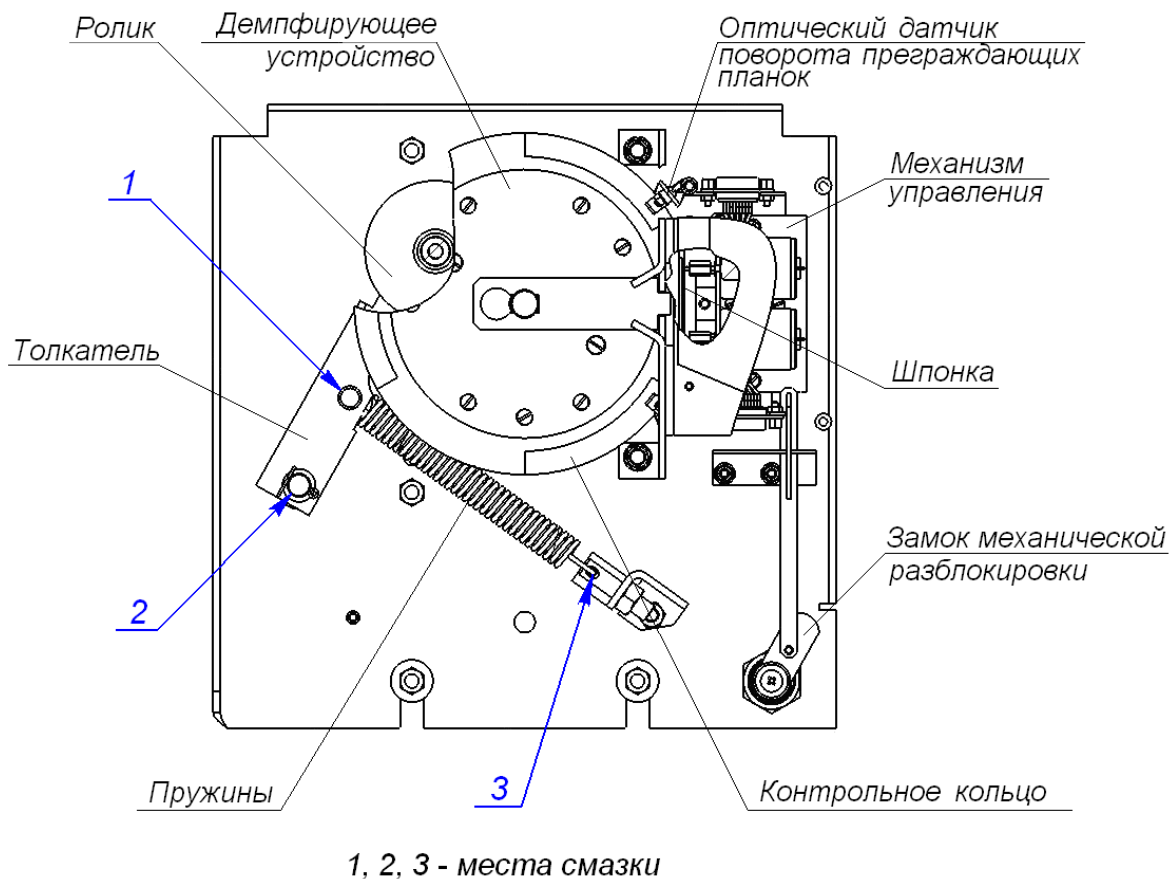

Рисунок 14. Расположение внутренних деталей и узлов стойки турникета (плата CLB условно не показана)
1. Снимите с турникета крышку с блоком индикации (2). Порядок снятия крышки описан в разд. 6.
2. Проведите визуальный осмотр устройства доворота (толкателя, пружин и ролика), оптических датчиков поворота преграждающих планок и демпфирующего устройства (см. рис. 14).
4. Выполните смазку узлов трения устройства доворота смазкой ШРУС-4. Смазку производите в следующих точках (см. рис. 14):
- механизм секретности замка механической разблокировки (15) через замочную скважину;